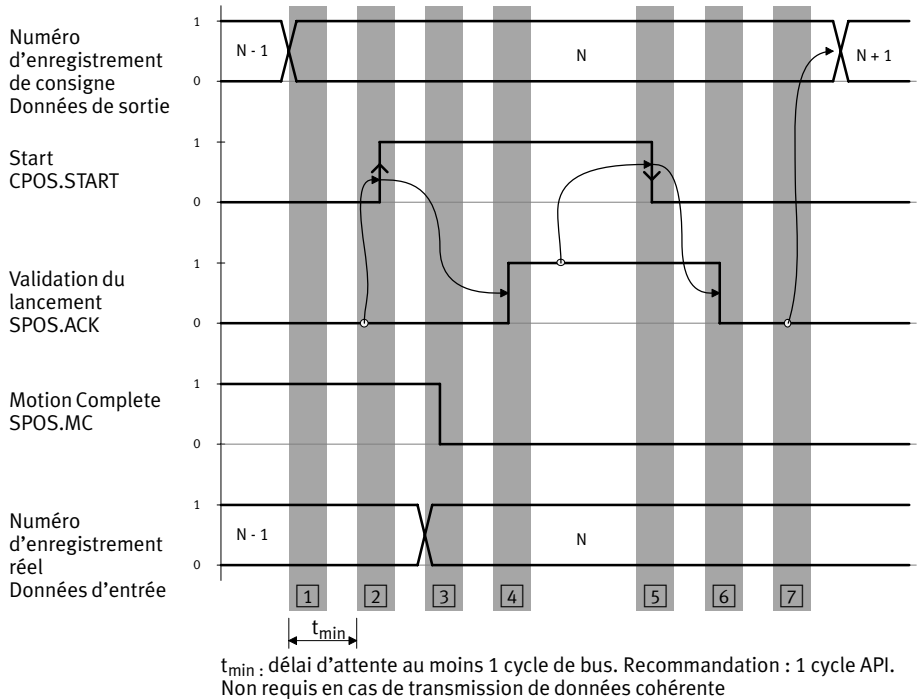

Fig. 3/10 : Déroulement lancement d'enregistrement
- Le CMAX ne réagit pas au front montant sur CPOS.START : Il convient de vérifier si SPOS.ACK a vraiment été remis à zéro. Une fois que l'API a activé CPOS.START = 0 (Fig. 3/10 ) , l'API doit attendre SPOS.ACK = 0 (Fig. 3/10 ). Sinon, il se peut que le temps pour START = 0 soit trop court pour être détecté par le CMAX.